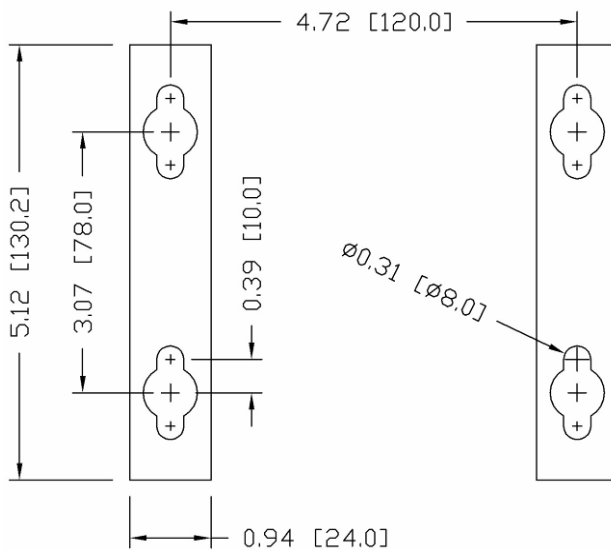

Figura 2-23: Padrão dos furos de montagem
4. Marque a posição dos furos de montagem na superfície vertical conforme as dimensões indicadas na Figura 2-23.